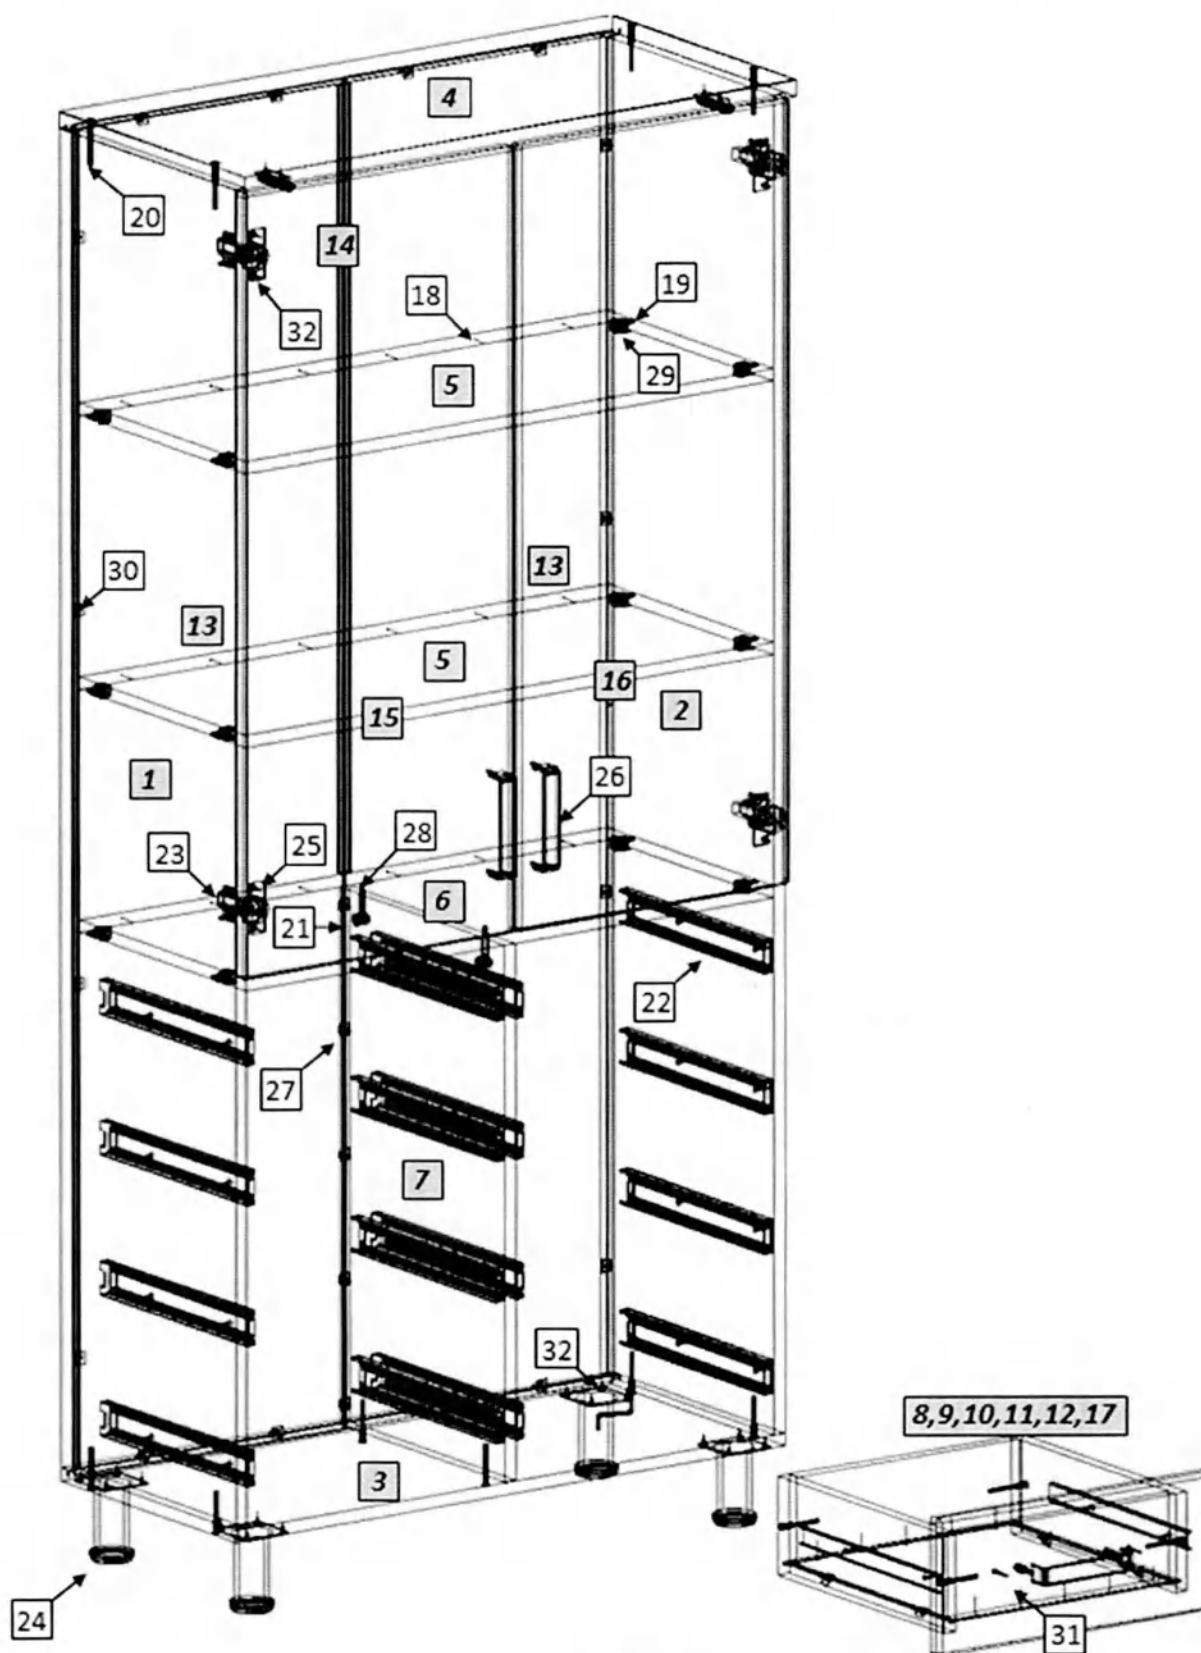

Рис. 1
1. Внимательно ознакомьтесь со схемой сборки, изображённой на рис. 1, сверяясь со спецификацией на изделие. Согласно схеме и спецификации определите расположение деталей в изделии и порядок их сборки. Сборка производится на ровном полу, укрытом материалом, предотвращающим повреждение покрытия пола и деталей мебели. Подготовьте необходимые для сборки инструменты – плоскую и крестовую отвёртки, молоток, рулетку или линейку.
2. На боковых стенках (1,2) установите ввинчиваемые дюбели эксцентриковых стяжек (16). На боковых стенках (8,9) установите монтажные планки петель (22). На горизонтальных стенках (5) установите эксцентриковые стяжки (19). Евровинтами (17) соедините вертикальные стенки (1,2) с горизонтальной нижней стенкой (3) и крышкой (4), боковые стенки антресоли (8,9) с горизонтальной нижней стенкой (10) и крышкой (11), установив в пазы задние стенки (6,12). В стык задней стенки (6) устанавливается соединительный профиль (7). Закрепите задние стенки в пазах уголками (20). Установите и закрепите горизонтальные стенки (5), гвоздями (15) зафиксируйте к ним заднюю стенку. На горизонтальной нижней стенке (3) шурупами (21) закрепите опоры (18).
3. На дверях (13,14) шурупами 4×16 (21) закрепите петли (23), установите ручки (24). Закрепите двери (13,14) к боковым стенкам (8,9). При необходимости отрегулируйте положение дверей винтами петель.